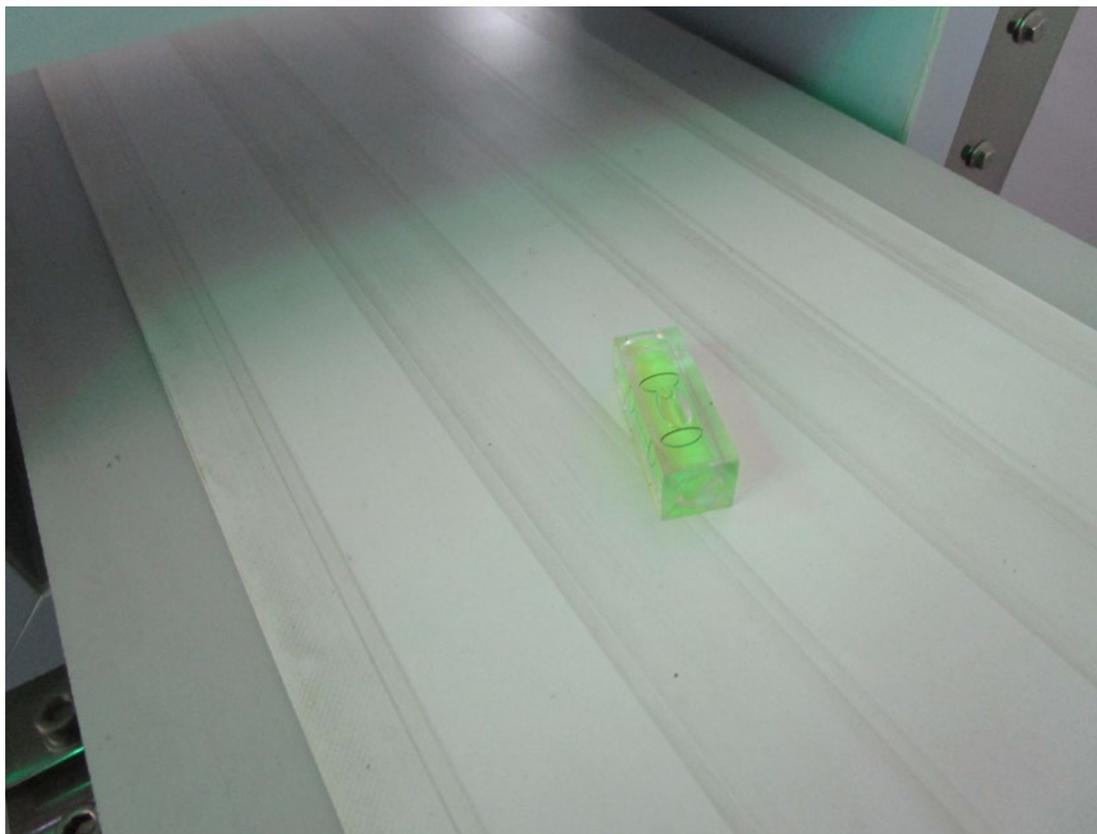

图 2-3 通过气泡水平仪判断输送面是否水平
2) 通过调节底脚底部螺丝，调整输送面高度并以气泡水平仪作为参考使其保持水平（图 2-3）。